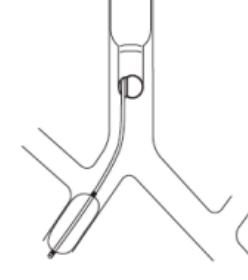

Fig.10
4. For en patient med den øverste lap af højre lunge placeret meget tæt på luftrørsforgreningen kan blokering af den midterste og nedre lap af højre lunge, i stedet for hele højre lunge, opnås ved at placere blokken i den mellemliggende bronkus (Fig. 10).